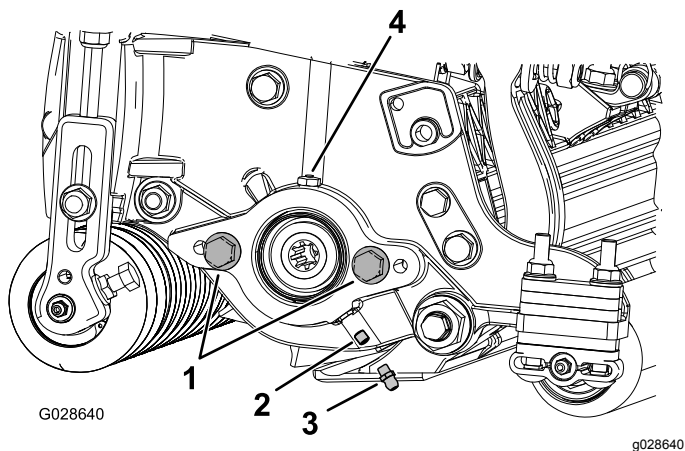

Figure 4
1. Retirez et mettez au rebut la vis de fixation sur la plaque latérale du moteur de cylindre (Figure 4).
- Montez les graisseurs droits (Figure 4).
- Si la plaque latérale du moteur de cylindre ne comporte pas de vis de fixation, mettez-les en place (Figure 4).
- Graissez la plaque latérale jusqu'à ce que l'excédent de graisse ressorte par l'orifice de graisse (Figure 4).